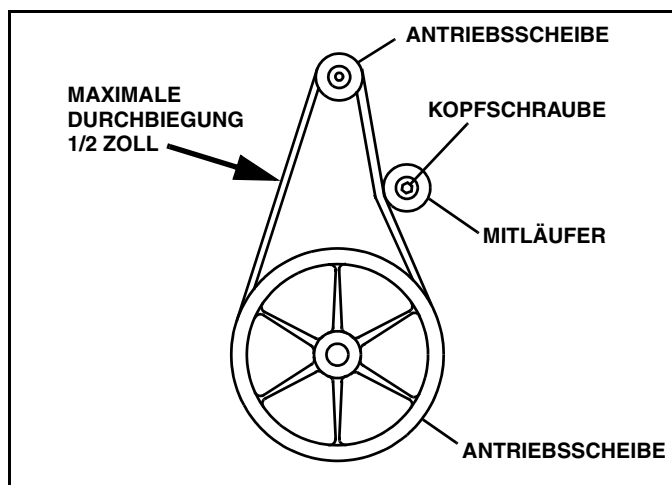

Abb. 3-10
4. Kopfschraube/Mutter, die den Riemen Spanner an der Querstrebe hält. (Siehe Abb. 3-10)
5. Den Mitläufer so einstellen, dass der Riemen gegenüber dem Mitläufer eine 1/2 Zoll Durchbiegung hat. (Siehe Abb. 3-10)